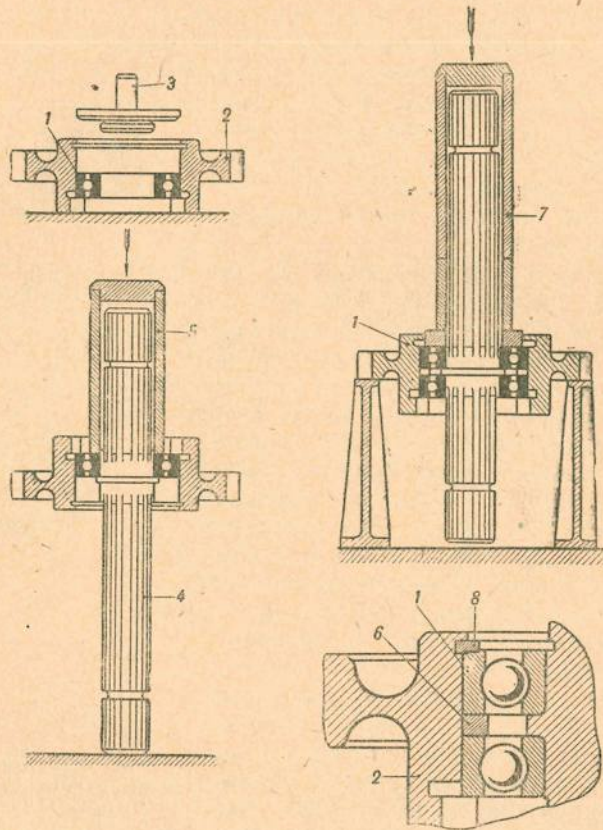

Рис. 106. Сборка главного вала коробки перемены передач
2. Сборка главного вала начинается с посадки двух подшипников 1 (рис. 106) в шестерню постоянного зацепления 2, для чего следует установить ее на плиту торцом с внутренними зубцами вниз и при помощи специальной оправки 3 посадить 1-й шарикоподшипник до упора в торцы внутренних зубцов шестерни.